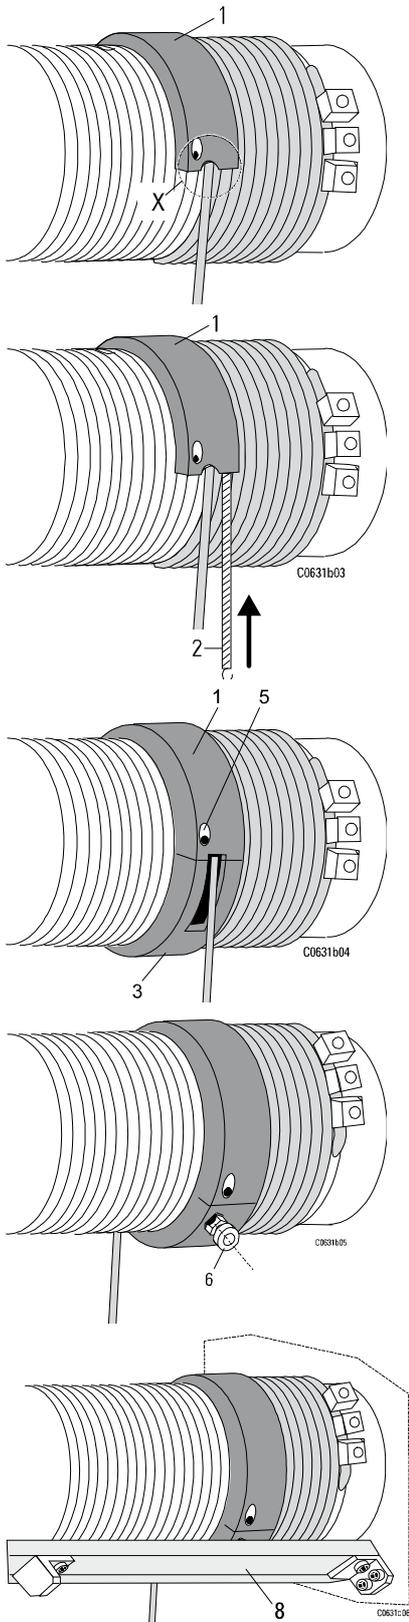

Fig. 84
- Poner la mitad de la guía (1) con la parte corta de la ventanilla al lado de la última vuelta del cable alrededor del tambor de manera que el cable salga cerca de la parte de la ventanilla (x).
- Empujar el resorte tensor del cable (2) hacia dentro de la ranura-guía de la mitad de la guía-cable (1) y unir los extremos del resorte (El herramienta especial (a), véase Fig. 84 y Fig. 85, será útil).
- Colocar la segunda mitad de la guía (3) con la ventanilla de salida del cable larga encima del tambor del cable de manera que el cable salga en recto y sin ningún doblez de la ventanilla. La segunda mitad de la guía debe ir unida a la primera mitad de la guía sin dislocamiento.
- Juntar ambas mitades de la guía con resortes de compresión y tornillos (5).
- Atornillar el tope con soporte y arandela de resorte (6) en el anillo guía de cable.
- Montar el seguro de la guía-cable (4) (SH6-2/1 L4-L5)
- Atornillar la chapa de seguridad (8).